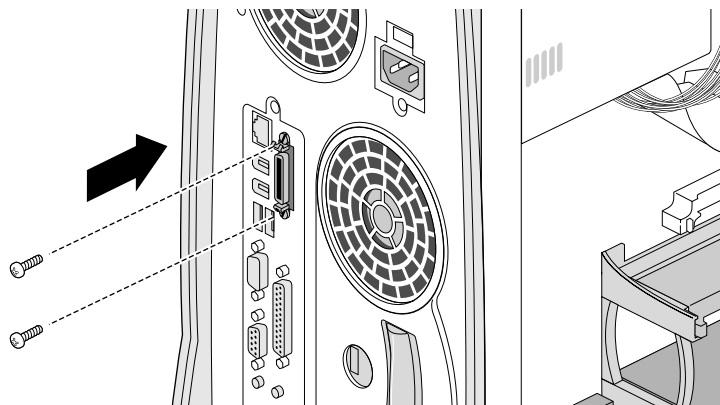

Figura 5-7 Fissaggio delle viti della scheda video opzionale
6. Riavvitare le due viti, come illustrato nella Figura 5-7.